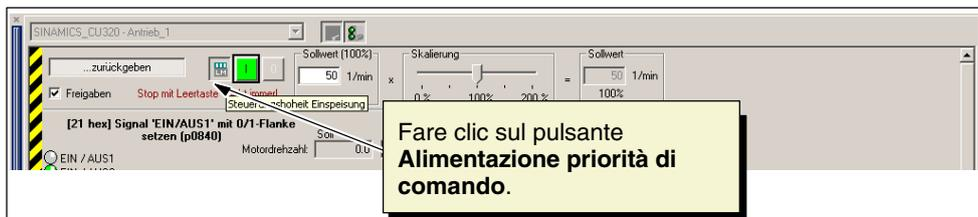

Fig. 10-40 Alimentazione della priorità di comando
11. Cliccare sul pulsante **Alimentazione priorità di comando** (vedere la fig. 10-40).